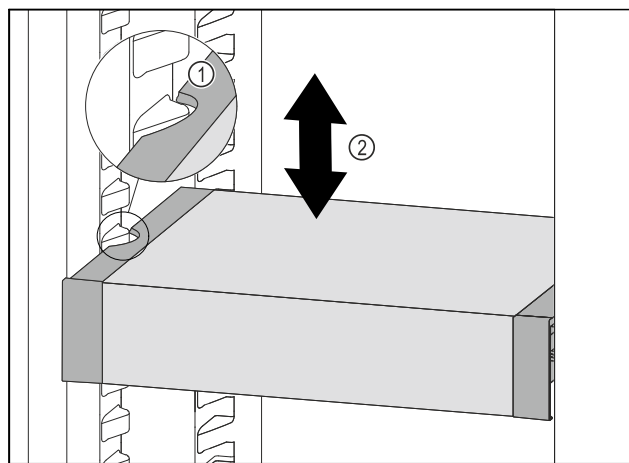

Fig. 103
- Táhněte VarioSafe dopředu, dokud nebudou boční vybrání VarioSafe na úrovni žebrování na nádoby v chladničce. Fig. 103 (1)
- Posouvejte VarioSafe v chladničce nahoru nebo dolů, dokud nedosáhnete požadované výšky. Fig. 103 (2)